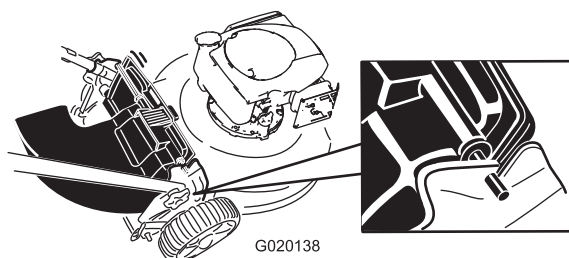

Figure 18
4. Insérez la tige du déflecteur d'éjection arrière dans les crans de la machine (Figure 18).